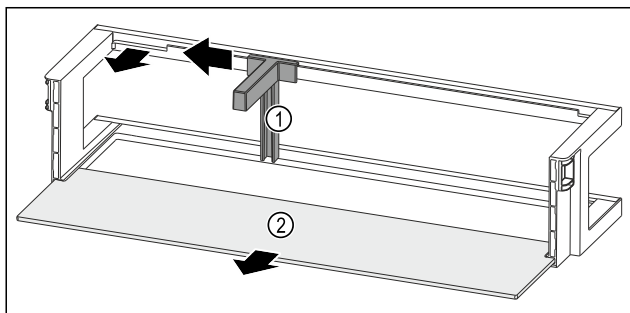

Fig. 96 Odkladací priestor vo dverách s držiakom fliaš a odkladacou plochou
- Potlačte držiak fliaš Fig. 96 (1) až k vybraniu do strany.
- Odoberte držiak fliaš Fig. 96 (1).
- Odoberte odkladaciu plochu Fig. 96 (2).